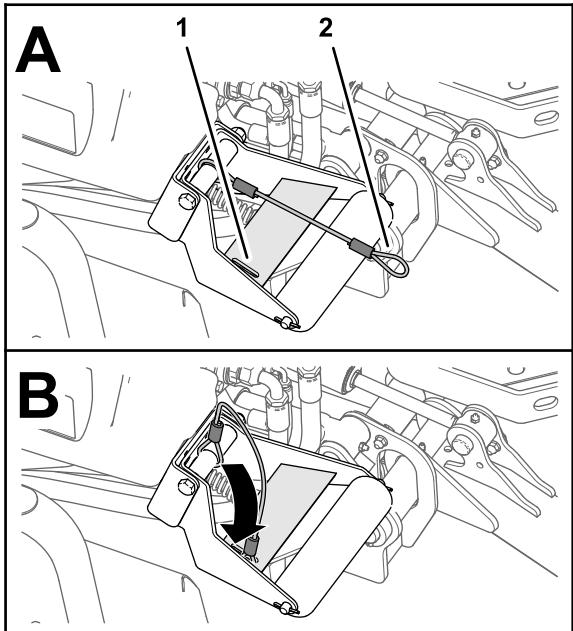

图 29
- 在滚刀组放下时将系索的挂环滑入滚筒支架加强板的槽中图 29。